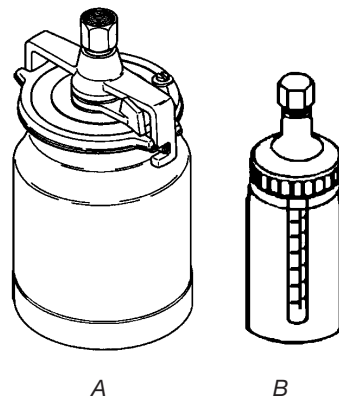

Figura 1 – Estilos de acople de la cubeta
Las cubetas se colocan mediante un ensamble de la tapa (a veces denominado acople de la cubeta) que se sujeta con abrazaderas (A) o se enrosca (B) al recipiente de la cubeta. (ver Figura 1) Algunos ensambles de la tapa se pueden quitar de la pistola, mientras que otros se encuentran integrados y no se separan de los modelos menos costosos.